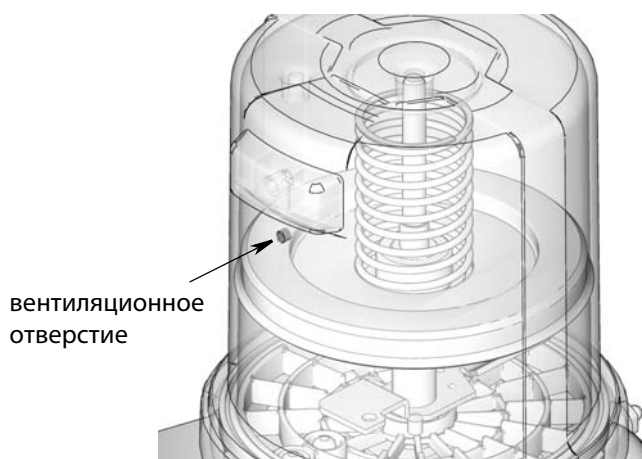

РИС. 9
3. Заливайте смазку в бак до тех пор, пока уплотнение упорной пластины не откроет вентиляционное отверстие (рис. 9) и из бака не выйдет большая часть воздуха.